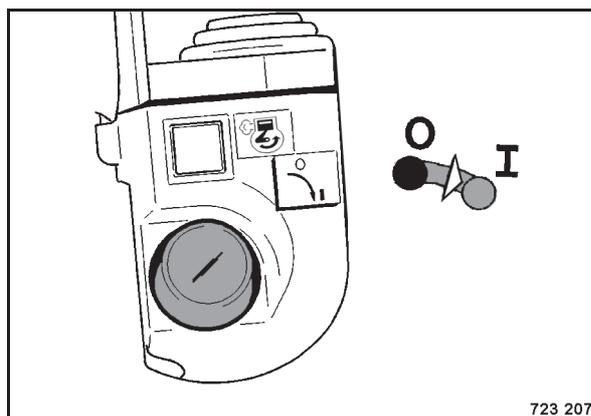

Bild 97
- Zündung (Bild 97) einschalten.